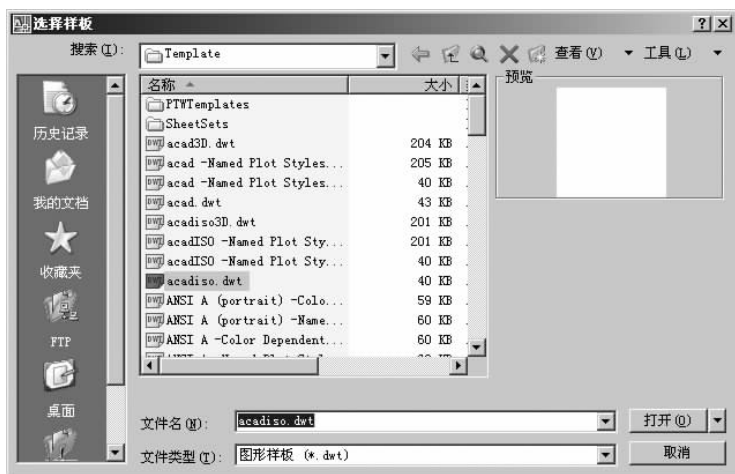

图 2-5 “选择样板”对话框
(1) 执行“文件”→“新建”命令或单击“标准”工具栏中的“新建”按钮，打开“选择样板”对话框，如图 2-5 所示。
(2) AutoCAD 中常用的样板有 acad 和 acadiso 两种，这两种样板的区别在于，前一种为英制单位，后一种为公制单位。选择一种样板后，单击“打开”按钮，即可创建基于指定样板文件的新文件。